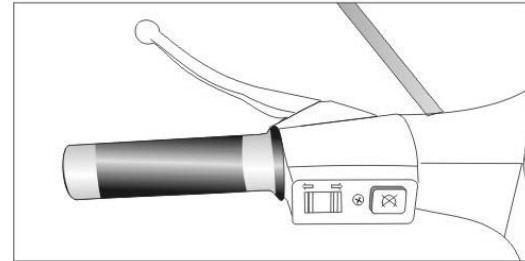

Abb. 14
3.2 **Linke Lenkerseite (Abb. 14).**
3.2.2 **Ausschalter:** Drücken, um den Motor auszuschalten (Abb. 14).